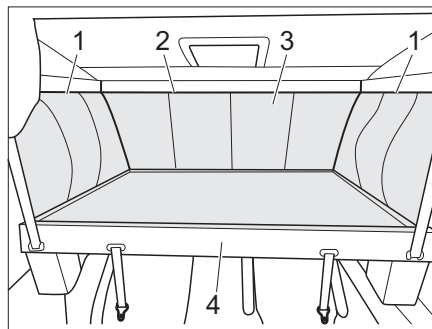

Fig. 83 Acceso a la caja de la persiana
- Bajar la cama elevada (Fig. 83,4) (ver capítulo 7.16.3).
- Para soltar la bolsa de la cama elevada (Fig. 83,3), abrir las cremalleras laterales (Fig. 83,1) en la zona superior de delante hacia atrás y en la zona delantera (Fig. 83,2).
- Retirar bolsa de la cama elevada (Fig. 83,3) (cierre con velcro).